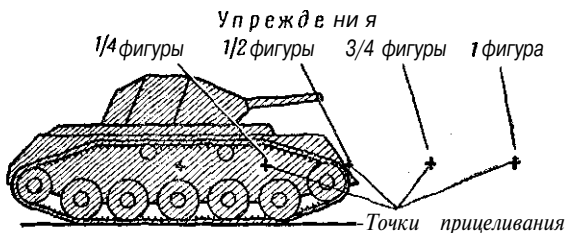

Рис. 73. Отсчет величины упреждения
3. Упреждение в фигурах отсчитывать от середины цели (рис. 73).